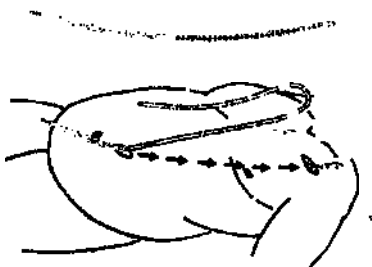

Рисунок 13
10. Вставьте тупой конец туннельного проводника пулевидной формы в первичный разрез. Проведите туннельный проводник вдоль поверхности фасции к месту вторичного разреза (Рис. 13). По пути к вторичному разрезу проводник должен следовать по поверхности собственной грудной фасции в ретромаммарном пространстве. Продвиньте туннельный проводник наружу через вторичный разрез настолько далеко, чтобы его можно было бы захватить другой рукой.